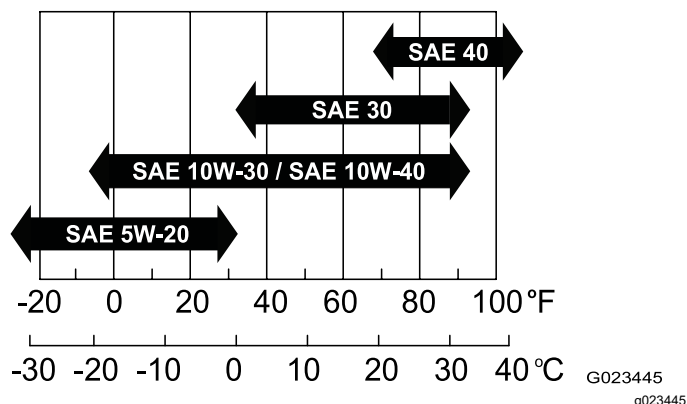

Figure 35
- **Viscosité :** SAE 30 ; reportez-vous au tableau suivant pour d'autres viscosités (Figure 35) :